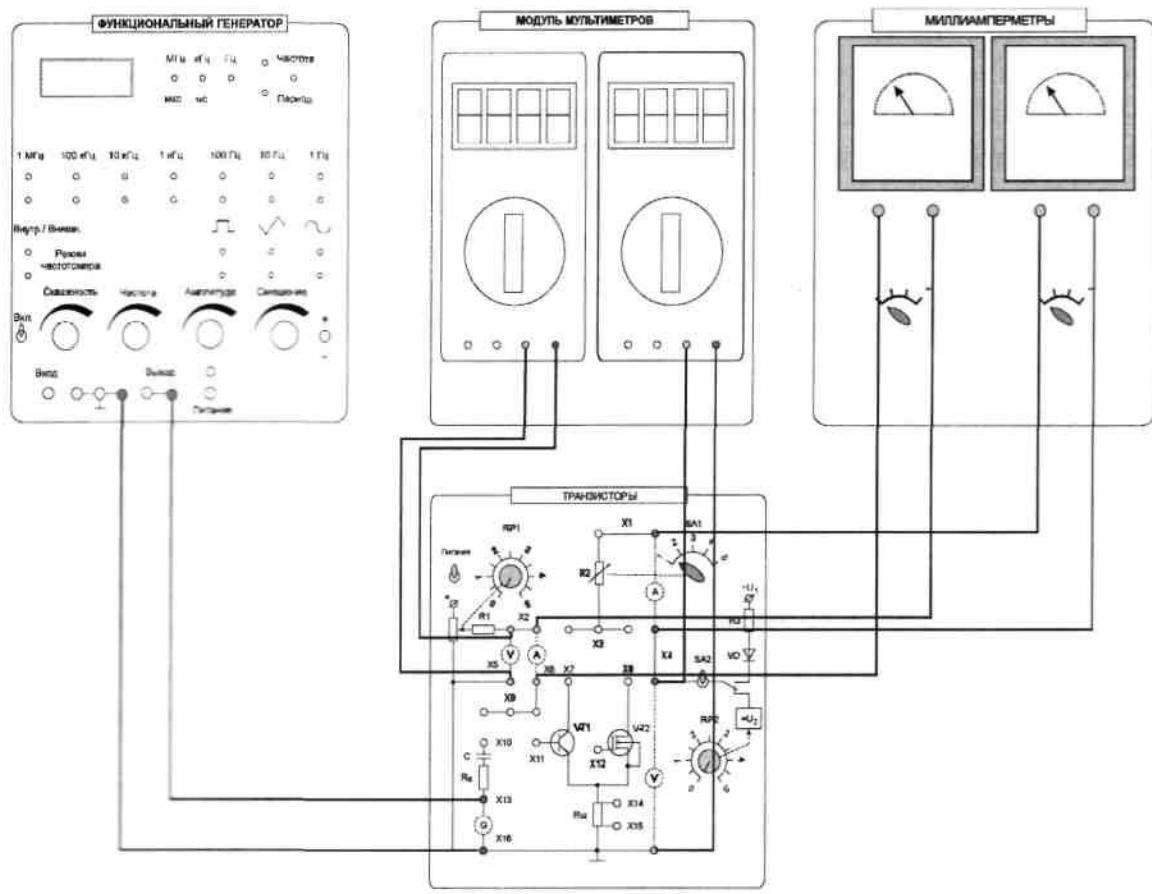

Рис. 3.2.3.
Основными характеристиками транзистора, включенного по схеме с общим эмиттером, являются статическая характеристика прямой передачи по току  $I_K = f(I_B)$  при  $U_K = \text{const}$ , статическая выходная характеристика  $I_K = f(U_{K3})$  при  $I_B = \text{const}$  (рис. 3.2.3), а также статическая входная характеристика  $I_B = f(U_{6a})$  при  $U_{K3} = \text{const}$ .
3.1 Ознакомиться с лабораторным модулем для исследования транзисторов. Собрать схему для снятия характеристик биполярного транзистора (рис. 3.2.3). Между гнездами X2 и X6 включить миллиамперметр и соединить перемычкой гнезда X9-X11. Между гнездами X1-X4 включить второй миллиамперметр модуля миллиамперметров. Соединить перемычкой гнезда X3-X7. Между гнездами X2-X5 и X4-X16 включить мультиметры в режиме измерения постоянного напряжения. Тумблер SA2 установить в нижнее положение.